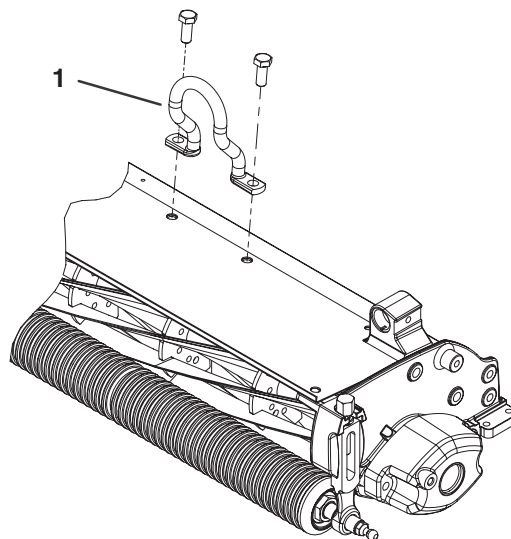

Figure 12
2. Montez le crochet de levage décentré (Fig. 12) sur le haut du plateau de coupe avec (2) vis de fixation M10-1,5. Serrez les vis à 34-40 Nm. Le crochet doit être orienté vers l'avant.